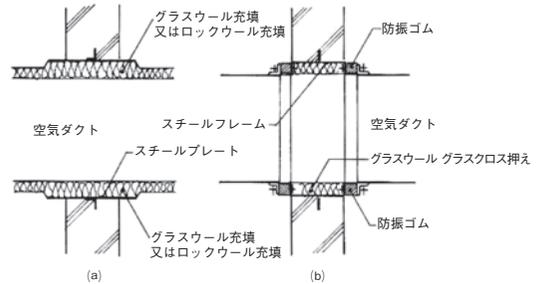

図1 ダクトの遮音層貫通部処理の例
- ① 遮音層と貫通ダクト周囲の隙間から透過する経路
- ② 貫通するダクトの管壁面からダクト内に入射した音がダクト内を伝搬して、遮音層貫通後のダクトの管壁から外へ透過する経路
- ③ 空調ガラルの開口面から入射した音がダクト内を伝搬して、遮音層貫通後のダクトの管壁や隣室の空調ガラルの開口から透過する経路
①の経路が本来の質問内容ですが、この対策としては、一般的にダクト貫通部廻りの隙間にグラスウールやロックウールを充填し、遮音壁の両側でその上から厚さ0.3 mm、0.5 mmの鉛シート貼り等による遮音補強が行われます。（図1参照）